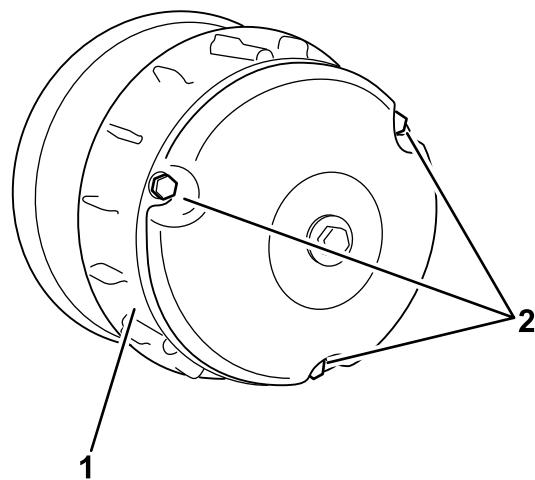

Figura 60
2. Togliete i 3 bulloni che fissano il carter della frizione e togliete il carter (Figura 60).
4. Montate il carter della frizione e fissatelo con i 3 bulloni (Figura 60) tolti in precedenza 2.